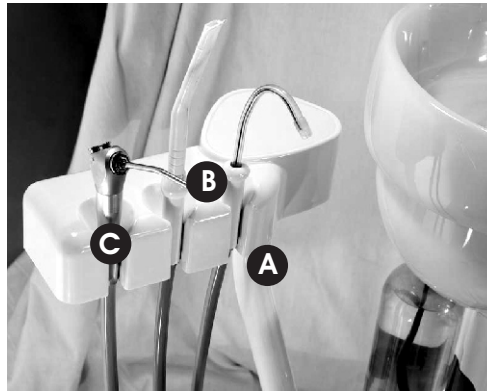

Fig. 21
- A Suporte de Instrumentos** - Sua função é servir de apoio para os sugadores e seringa tríplice utilizados pela ASB (auxiliar de saúde bucal) (Fig.21). A Cristófoli disponibiliza como acessório o braço extensor da unidade auxiliar, o mesmo pode ser adquirido através dos revendedores Cristófoli;
- B Sugadores** - A função dos sugadores é aspirar saliva, sangue e outros resíduos durante o procedimento. Há dois sugadores de 6 mm de diâmetro para saliva, sangue e resíduos (Fig.21). Se necessário, teste os sugadores individualmente sugando a água do copo para enxágue bucal. Certifique-se de que a tampa do separador de resíduos esteja corretamente fechada (Item E, pág. 15);
- C Seringa Tríplice** - As duas seringas tríplexes que acompanham o equipamento, uma na mesa do equipo e uma na unidade auxiliar, fornecem o esguicho de água (botão esquerdo), jato de ar (botão direito) ou spray (ambos os botões pressionados simultaneamente). A água usada pela seringa tríplex da unidade auxiliar é provida pela rede pública, a mesma pode ser ligada à garrafa PET mediante solicitação ao técnico. Acompanham as seringas, duas ponteiras extras removíveis e autoclaváveis (Fig. 21).